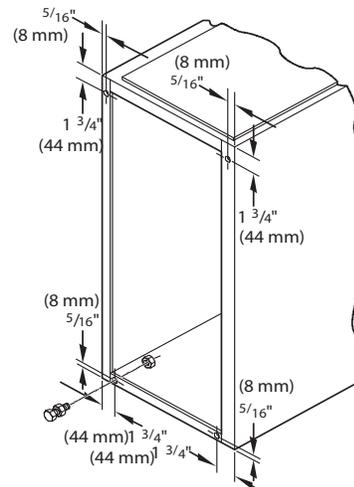

Fig. 16 – Patas niveladoras
En la posición de flujo ascendente con admisiones de retorno laterales, pueden usarse patas niveladoras. (Consulte la Fig. 16). Instale los pernos torneados, las arandelas y las tuercas resistentes a la corrosión de 5/16 x 1-1/2 in (8 x 38 mm) (máximo) proporcionados en terreno.
1. Coloque el calefactor sobre su parte trasera. Perfore un agujero en cada esquina de la parte inferior del calefactor. (Consulte la Fig. 16).